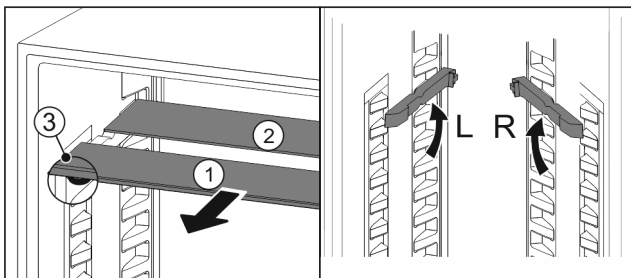

Fig. 97
- ▶ Издърпайте Fig. 97 (1) поотделно стъклените плочи напред.
- ▷ Стъклената плоча Fig. 97 (1) с декоративната лайсна е отпред.
- ▷ Ограничителите Fig. 97 (3) сочат надолу.